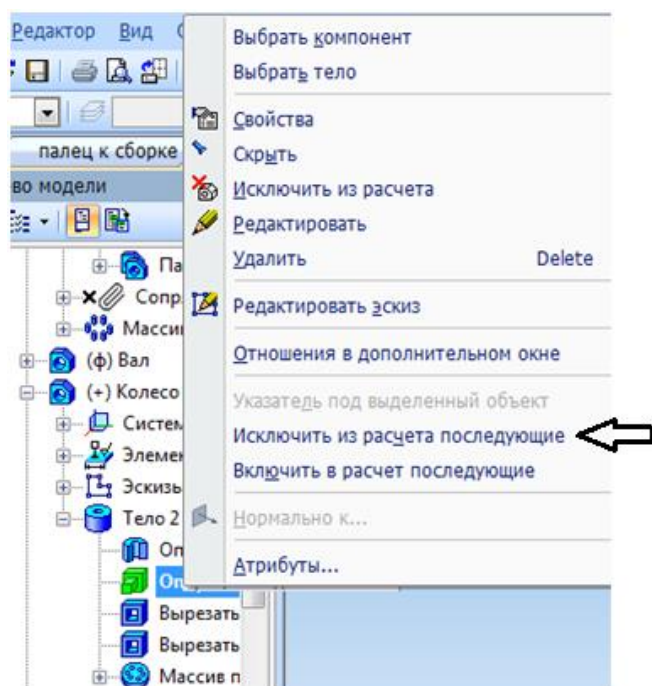

Рисунок 113
2. Чтобы на чертеже зубья колеса не проецировались на плоскость проекций, войдите в файл модели сборки и в дереве построения найдите операцию моделирования зуба – «*Эскиз*», в контекстном меню, вызываемого по правой кнопке нажмите «*Исключить из расчета*» (рисунок 113).